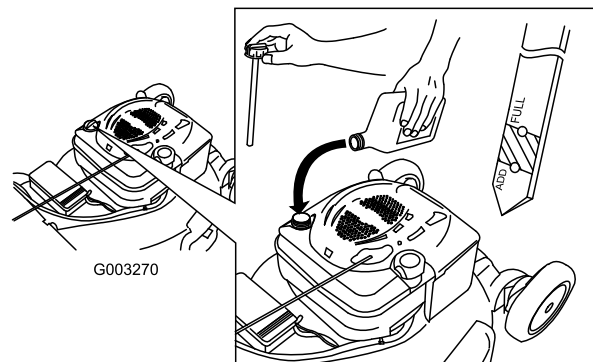

Figure 44
4. Versez de l'huile **lentement** dans le goulot de remplissage pour faire monter le niveau de liquide jusqu'au repère du plein (Full) sur la jauge (Figure 44). **Ne remplissez pas excessivement.** (Remplissage max. : 0,59 l, type : huile détergente SAE 30 de classe de service API SF, SG, SH, SJ, SL ou supérieure.)